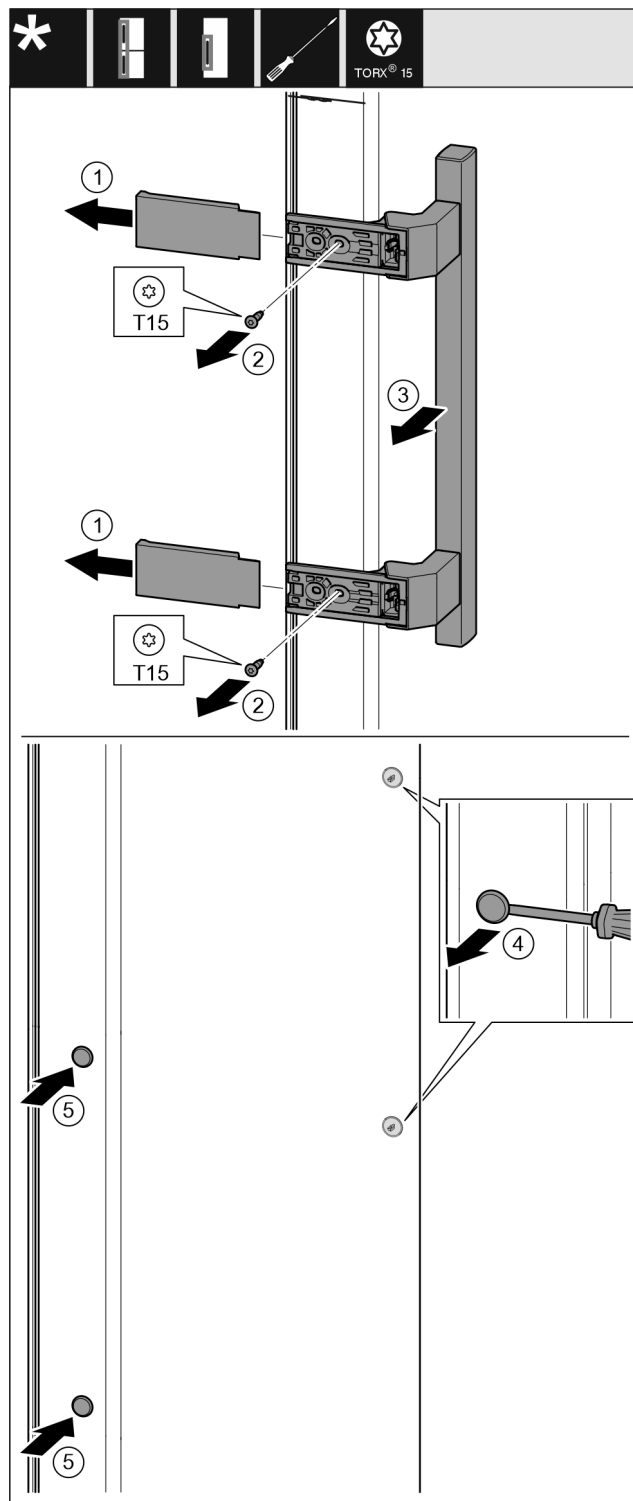

Fig. 19
- ▶ Свалете капака. Fig. 19 (1)
- ▶ Отвийте винтовете с отвертка Torx 15. Fig. 19 (2)
- ▶ Свалете дръжката. Fig. 19 (3)
- ▶ С плоска отвертка внимателно повдигнете страничната тапа и я извадете. Fig. 19 (4)
- ▶ Отново поставете тапата от другата страна. Fig. 19 (5)